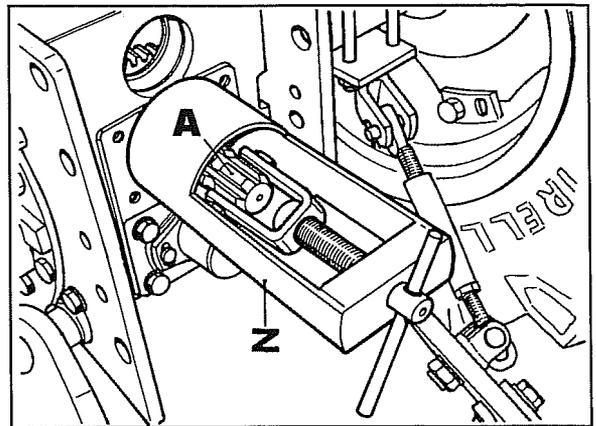
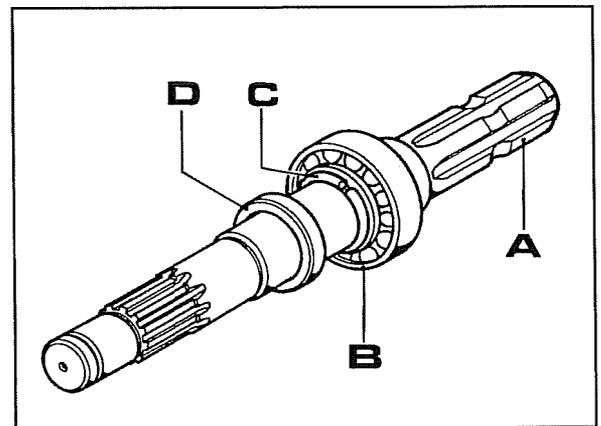
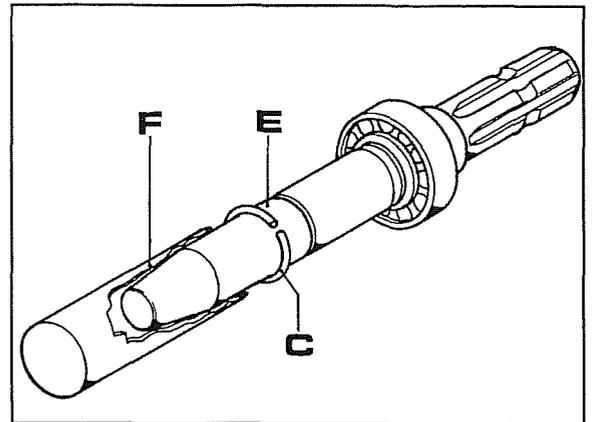

Abb. 17
Abb. 18
Abb. 20
7. Unter Benutzung des Spezialgeräts **Z** Abb. 17 die obere Welle des Zapfwellensystems **A** (Abb. 17 und 18) herausziehen, die das Lager **B** mit sich ziehen wird, das auf der Welle durch den Sprengring **C** Abb. 18 festgehalten wird.
- Um den Ring **C** von Abb. 18 und 20 wieder einzubauen, muß die entsprechende Vorrichtung verwendet werden, die aus einem konusförmigen Teil **E** Abb. 20 und einem zylindrischen Teil **F** besteht, der erforderlich ist, um den Ring in seinen Paßsitz zu schieben.